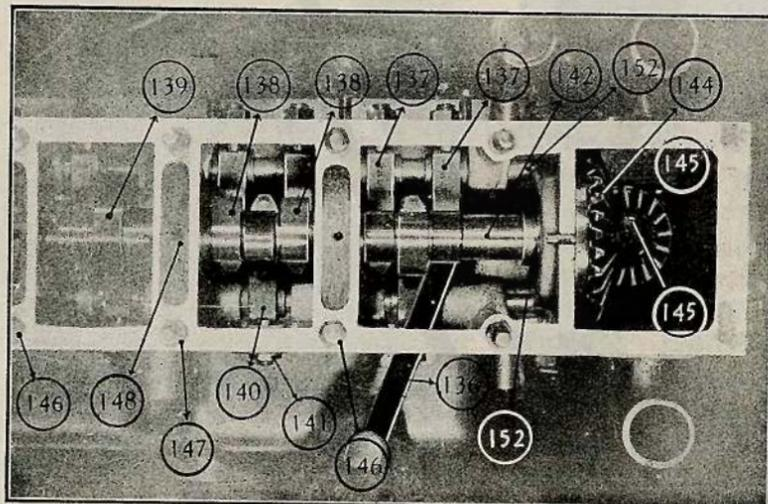
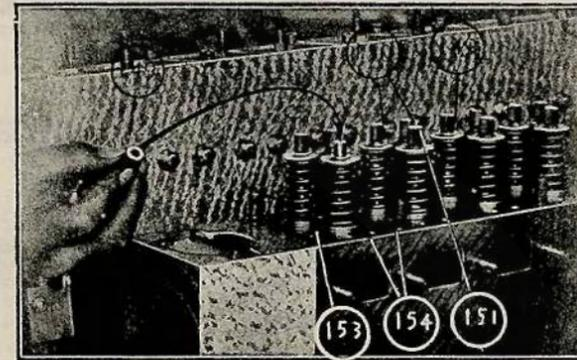

FIG. 30
FIG. 31
L'ensemble de la commande des soupapes comprend un arbre à cames (142) d'une seule pièce avec les cames d'admission et d'échappement [2 admissions (138) et un échappement (139) par cylindre.] cet arbre est commandé par un couple de pignons (144 et 145, fig. 30¹⁴¹). Il est supporté par un palier entre chaque groupe de trois cames. Les tubes (152) traversent le carter d'arbre à cames dans toute la longueur de chaque côté et supportent l'un les culbuteurs d'admission (137) l'autre les culbuteurs d'échappement (140), les vis et écrous (141) fixent la position des culbuteurs. La fig. 31 montre le carter d'arbre à cames enlevé. Pour cela il suffit de dévisser les vis 146 dont l'extrémité fileté s'introduit dans les goujons taraudés (153, fig. 31). Les goujons (147) servent à fixer le couvercle du carter d'arbre à cames. Sur la fig. 31 la main tient le chapeau qui vient coiffer la queue soupape suivant la flèche. Chaque soupape reçoit un chapeau semblable, en acier cimenté et trempé. Suivant l'épaisseur du fond de ce chapeau on fait varier le jeu entre le culbuteur et la came, c'est ce qui permet le réglage. Si le jeu est trop grand, il faut changer le chapeau en mettant un fond
Graissage de l'arbre à cames et des culbuteurs. — En se reportant à la fig. 4, page 9, on peut voir que la tubulure (22) amène l'huile sous pression aux deux extrémités des tubes (152, fig. 30), ces tubes sont percés de trous en regard de chaque culbuteur lesquels sont eux-mêmes forés pour conduire l'huile jusqu'aux cames (138 et 139), celles-ci par projection amènent l'huile à des nervures du couvercle supérieur qui s'égoutte dans les trous de graissage (148) des paliers de l'arbre à came. Le retour d'huile s'effectue à travers le cylindre par gravité dans des trous prévus à cet effet. A l'extrémité des tubes (152) se trouvent deux gicleurs d'huile qui viennent graisser les pignons (144 et 155). Un tube vertical (145 a) maintient un certain niveau d'huile aux pignons et laisse écouler le trop-plein pour graisser le coussinet inférieur de l'arbre vertical. L'excès d'huile s'écoule à nouveau par un trou qui assure le graissage de la commande de pompe à eau. L'huile revient ensuite sur le filtre dans le carter inférieur.